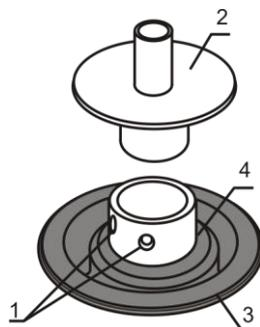

Рисунок 2.
- Открутите два винта (рис. 2/1) от ротора.
- Снимите адаптер платформы (рис. 2/2).
- Установите новую манжету, выравняв край манжеты по выемке в роторе (рис. 2/4).
- Растяните внешний край манжеты (рис. 2/3) на край пластмассового корпуса.
- Установите адаптер (рис. 2/2), прикрутите винты (рис. 2/1) и установите платформу.